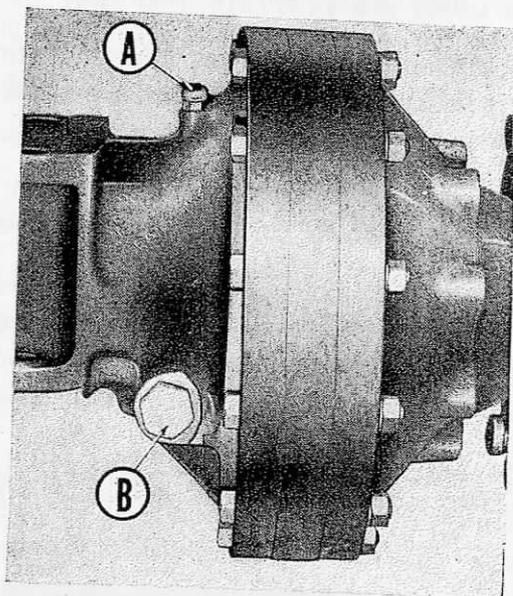

Fig. 26
- Vérifier le niveau d'huile des réducteurs. Si le tracteur a été utilisé dans des terrains particulièrement boueux ou sous une humidité extrême, vidanger et refaire le plein jusqu'au bouchon de remplissage (voir fig. 26).
- Vidanger l'huile des réducteurs et refaire le plein jusqu'au bouchon de remplissage (fig. 26). Utiliser de préférence une huile SAE 80.